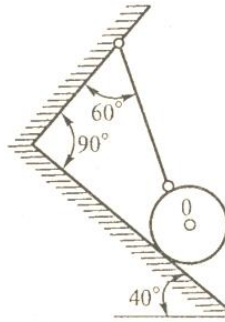

Рис. 1 - Схема задачи
1. Рассматриваем равновесие тела (шара)(рис. 1).